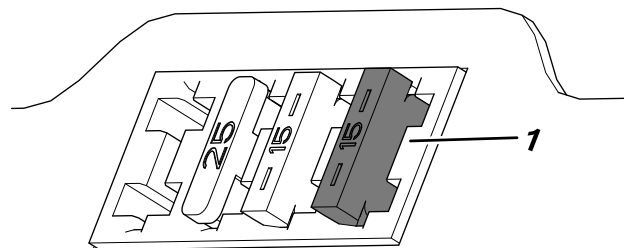

図 8
7. ヒューズブロックの一番右端のスロットにヒューズを取り付ける図 8。